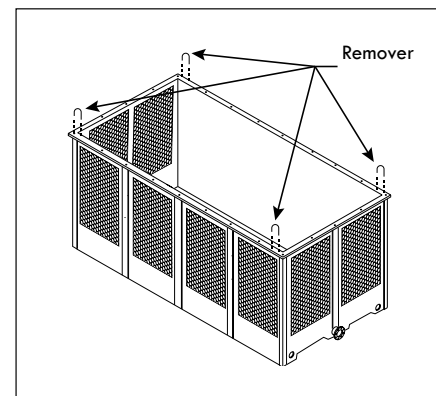

Figura A-56: Remover las argollas de izar de la cisterna de una torre modular (RTM o RTPM)
- I. Remueva las argollas de izar de la sección de cisterna #1 antes de instalar la sección del cuerpo #1, como se muestra en la Figura A-56.